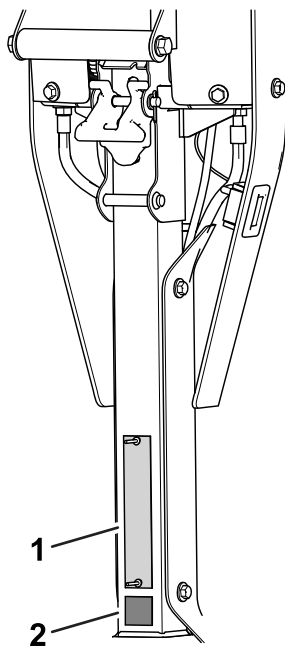

Figura 10
- Instale la pegatina CE debajo de la placa del número de serie (Figura 10).